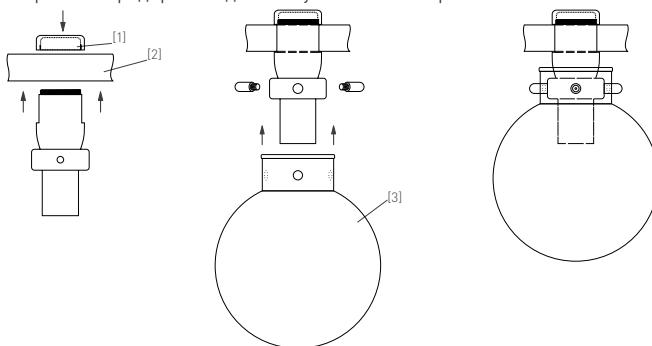

Рис. 2. Установка светильника
- 3.2. Устройство крепления выполнено в виде завинчивающегося фиксатора с правой резьбой, который накручивается на верхнюю часть корпуса светильника. Открутите верхнюю часть фиксатора [1] у светильника, тем самым освободив установочное пространство. Аккуратно извлеките стеклянную колбу [3] светильника из упаковки, установите стеклянную колбу на корпус светильника, закрепив ее декоративными винтами. Установите светильник в необходимом месте шинопровода [2] и зафиксируйте его, закрутив верхнюю часть фиксатора светильника, как показано на рис. 2.